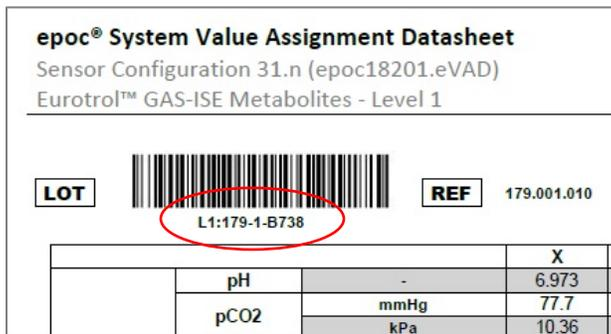

Рис. 15.
- а. Найдите жидкость, которая будет использоваться, в распечатанной таблице VAD (обведена окружностью на рис. 15; номер партии показан только в качестве примера).